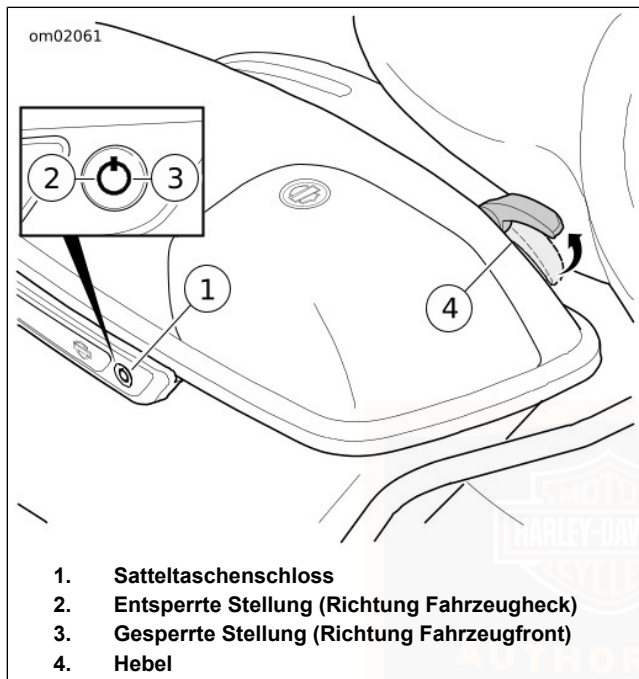

Abbildung 27. Satteltasche
Schlüssel: Siehe Abbildung 27. Den Schlüssel in das Schloss einführen. Den Schlüssel einstecken und um eine Vierteldrehung Richtung Fahrzeugfront drehen. Schlüssel zurück in mittlere Position bringen und herausziehen.
Schlüssel: Siehe Abbildung 27. Den Schlüssel in das Schloss einführen. Den Schlüssel einstecken und um eine Vierteldrehung Richtung Fahrzeugheck drehen. Schlüssel zurück in mittlere Position bringen und herausziehen.
1. Siehe Abbildung 27. Satteltasche entriegeln.
1. Siehe Abbildung 27. Den Satteltaschendeckel zuklappen.
1. Siehe Abbildung 27. Die Satteltasche öffnen.
1. Siehe Abbildung 27. Die Satteltasche behutsam in die Einbaustellung auf der Satteltaschenschiene bringen. Die Befestigungstüllen an der Stützhalterung ausrichten.